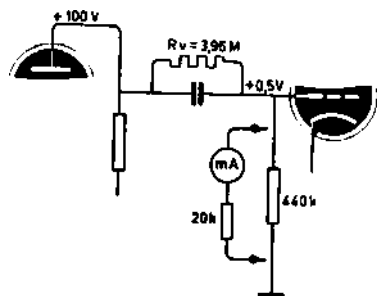

Fig. 7b
0.5 V, terwijl zonder voltmeter de spanning 10 V bedraagt (fig. 7b). Op deze wijze zouden we dus een totaal verkeerde indruk krijgen.